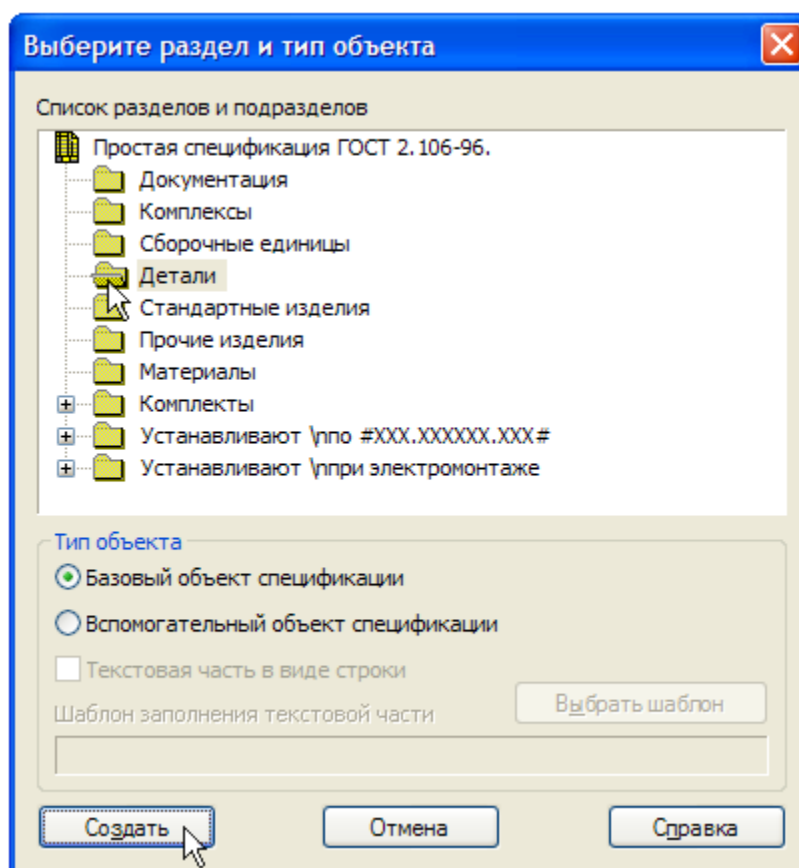

Рисунок 18.
- Укажите раздел Детали и нажмите кнопку Создать (рис. 18).